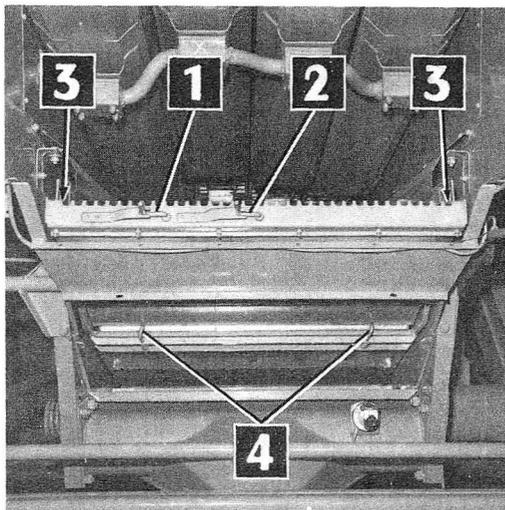

FIG. 23
La regolazione dell'apertura del vaglio si effettua spostando l'apposita maniglia (1 - fig. 23) sporgente dal lato posteriore; quella della prolunga, tirando o spingendo l'apposita manetta (2); l'inclinazione si regola allentando i dadi (3) e spostando nella posizione voluta la prolunga stessa.
Il vaglio inferiore è accessibile togliendo lo sportello posteriore: per levarlo, tirare verso il basso, girandoli, i chiavistelli (4 - fig. 23) di sicurezza e sfilarlo.